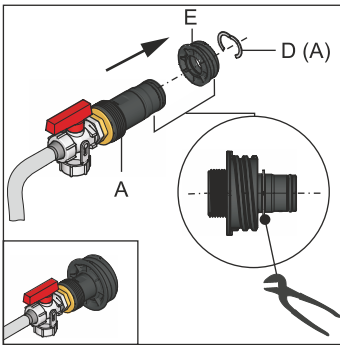

Fig. 49-3 Completar la conexión de llenado KFE
- 1 Insertar la conexión de llenado KFE en la pieza roscada (Fig. 49-3, pos. E) y asegurarla con una pieza de sujeción (Fig. 49-3, pos. D).